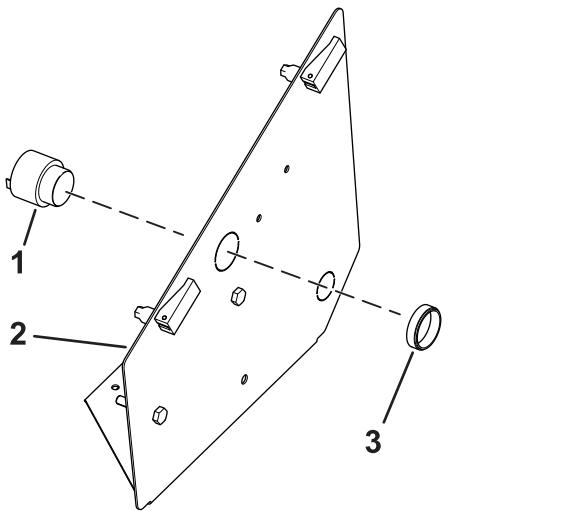

Figure 6
11. Montez l'alarme sur le panneau de la console (Figure 6).